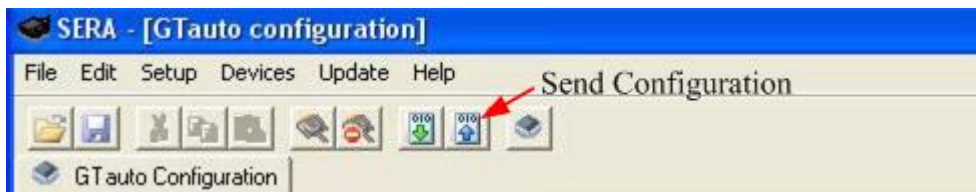

Fig. 26 „Send Configuration“ icon
**Attention!** Each time after configuring the module press „File“ > „Write Device“ or press „Send Configuration“ icon (Fig. 26 „Send Configuration“ icon) thus the application „SERA“ will include configuration changes into „GTAUTO“ module!